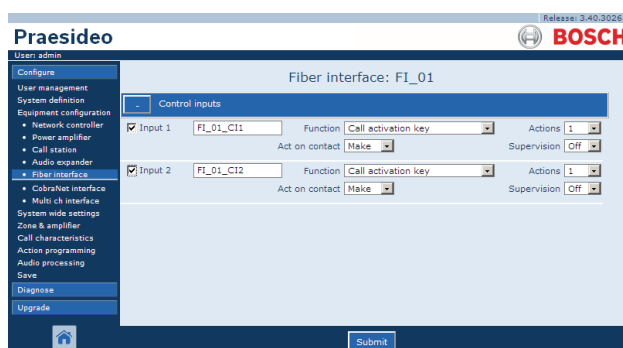

Abb. 43.33: Konfiguration der LWL-Schnittstelle, Schritt 2
- 2 Klicken Sie auf den Namen der zu konfigurierenden LWL-Schnittstelle. Im Hauptframe der webbasierten Benutzeroberfläche wird ein Bildschirm angezeigt, der dem in Abb. 43.33 gleicht.